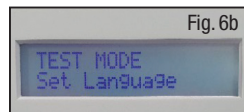

Fig. 6b
- Tryck nu på knappen med UPPÅT-pilen en gång. På nätaggregatet visas "TESTLÅGE ställ in språk" (Fig. 6b).